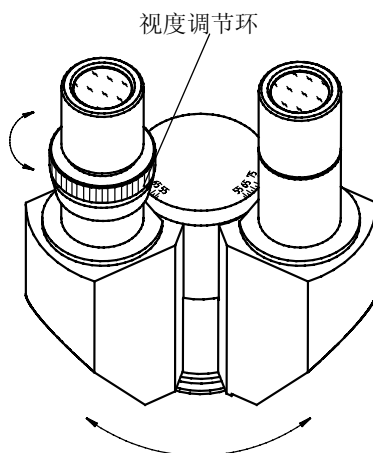

图 5
- 2) **适当的瞳距**能带来舒适的观察效果。瞳距的调节通过铰链式的双目镜筒“折叠”来实现，参照图 5。